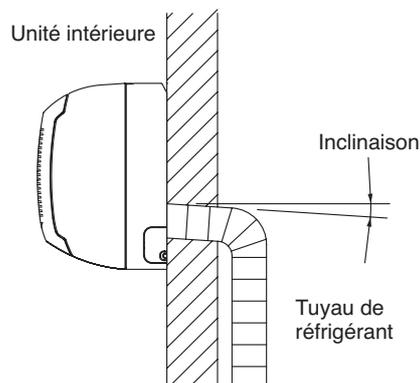

Fig. 3-32
- a) Le tube des condensats doit être dirigé vers l'extérieur en étant incliné vers le bas (Fig. 3-32)